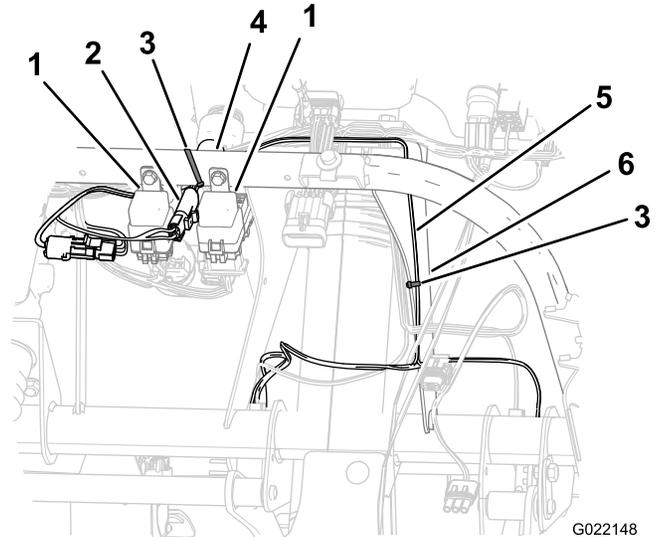

Bild 15
A. Befestigen Sie den Kabelbaum des Verzögerungszeitgebers mit einer Kabelbinde im Bereich zwischen den Relais am Chassisrohr (Bild 15).
B. Befestigen Sie den Unterbrecherkabelbaum an der äußeren Lenksäulenhalterung (Bild 15).